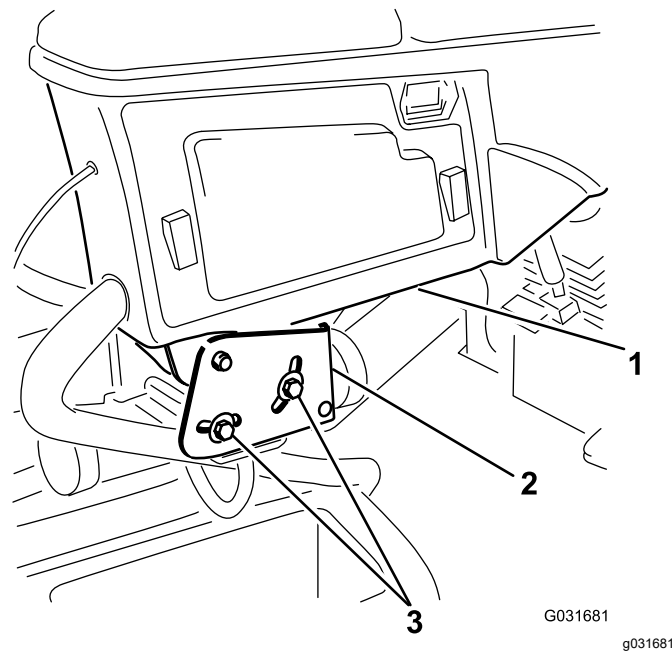

Bild 4
1. Lösen Sie die zwei Schrauben, mit denen der Steuerarm an der Befestigungshalterung befestigt ist (Bild 4).